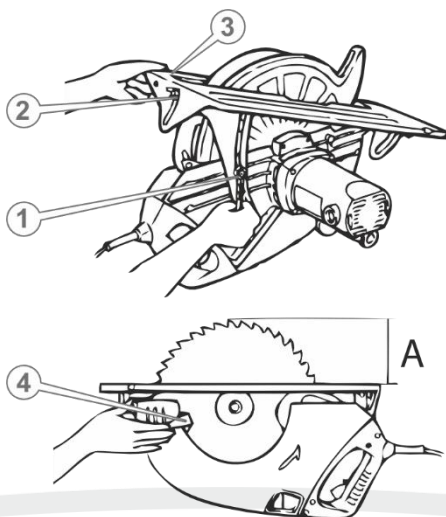
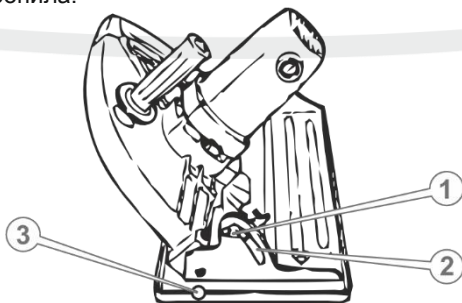

Рисунок 3 Схема регулювання глибини пропила
Рисунок 4 Схема регулювання кута пропила
5.2.2 Регулювання глибини пропила (див. рисунок 3)
2. Послабте смушкову гайку (2, рисунок 3) і (1, рисунок 4) механізму регулювання кута пропила.
4. Надійно затягніть смушкову гайку (2, рисунок 3) і (1, рисунок 4) механізму регулювання кута пропила.